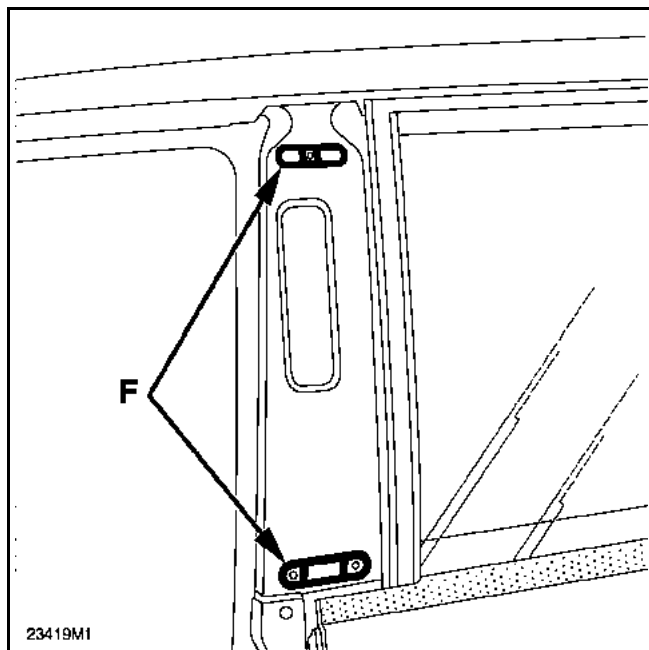

Рис. 4
- Нанесите уплотнительную мастику (F), чтобы восстановить герметичность винтовых соединений крепления декоративной накладки (рис. 4).